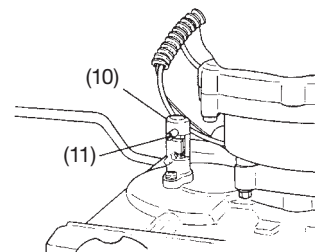

Fig. 8
- 6) Om vridborren fastnar under grävning och det är svart att få upp den ur marken, stanna motorn och lås vridborren med låssprinten. Dettakan underlätta arbetet. (Fig. 8) (Låsning med låssprinten kan utföras genom vridning av apparaten en aning, medan du trycker in sprinten. Vrid därefter låssprintens handtag medurs så att den låses.)